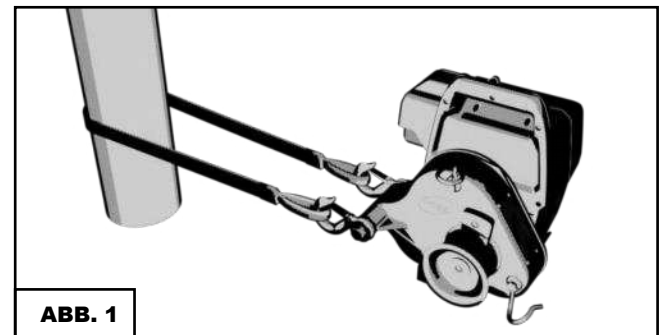

ABB. 1
Obschon manchmal ein einfacher Knoten reicht, empfehlen wir die Verwendung eines Palstek (Abb. 1).
Ihre Winde wird mit 2 m Polyesterschlinge geliefert. Um die Winde zu verankern, schlingen Sie diese mit der Schlinge um den Verankerungspunkt. Führen Sie die beiden Enden der Schlinge in jeweils einen Haken der Winde ein (Abb. 1).
- 1) Abb. 1 Nr. 1: Verwenden Sie einen Palstek, um die zwei Seile zu verbinden.
- 2) Abb. 1 Nr. 2: Lassen Sie etwa 1 m (3') Seil frei, bevor Sie den Knoten des Zugseils setzen. Diese Länge Seil wird zum Ziehen benötigt, wenn der Knoten gelöst wird.